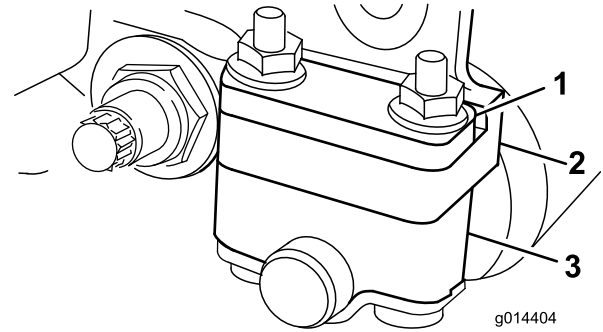
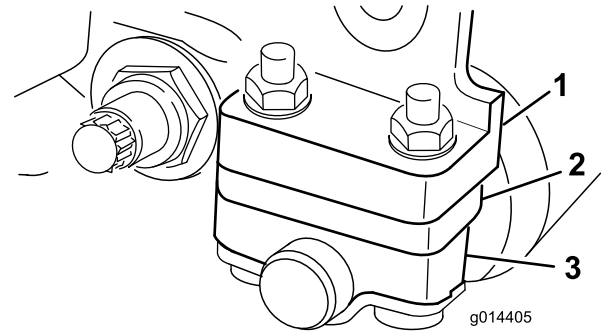

Bild 6
Bild 7
1. Stellen Sie die Heckrollenhalterungen Bild 6 oder Bild 7) auf die obere oder untere Position ein, abhängig von dem gewünschten Schnitthöhenbereich.
Legen Sie das Distanzstück über den Montageflansch der Seitenplatte (Werkseinstellung), wenn der Schnitthöhenbereich zwischen 1,6 mm und 6,0 mm liegen soll (Bild 6).
Positionieren Sie das Distanzstück unter den Montageflansch der Seitenplatte, wenn der Schnitthöhenbereich zwischen 3 mm und 25 mm liegt (Bild 7).